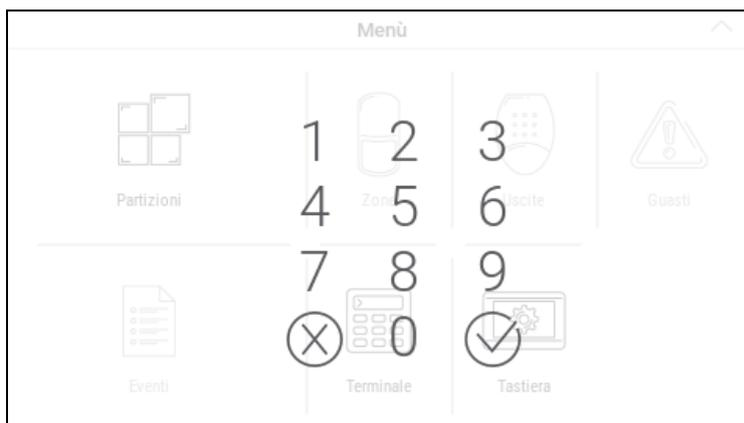

Fig. 8. Tastiera virtuale.
2. Scorrere verso l'alto. Viene visualizzata la tastiera (Fig. 8).